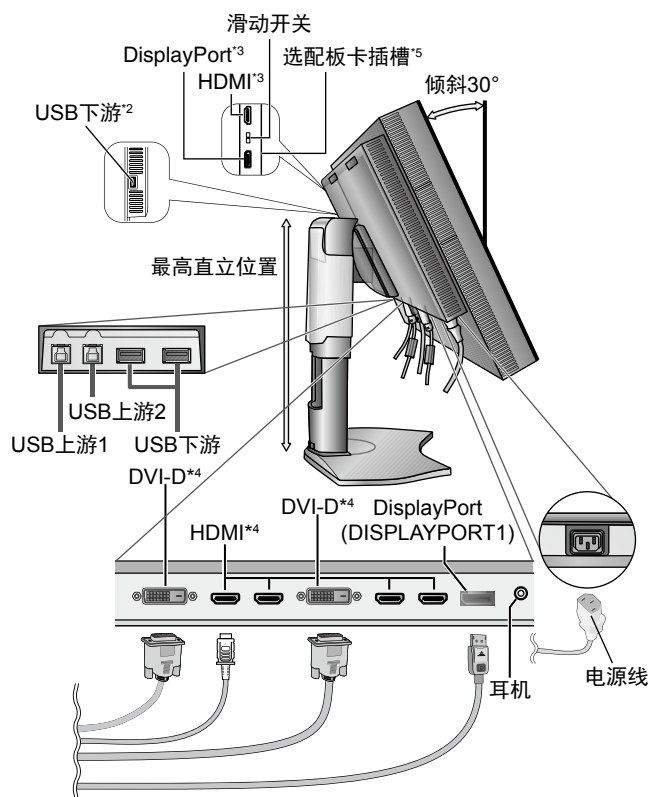
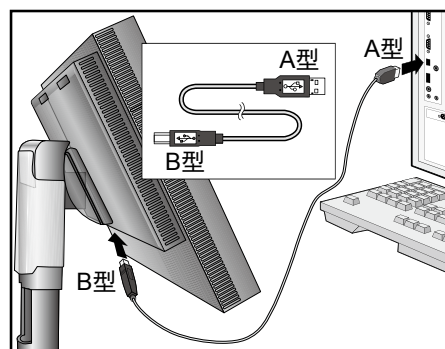

图 C.1
图 C.1a
4. 将所有电缆连接至相应的接口 (图 C.1)。使用 USB 电缆时, 将 B 型接口连接至显示器右后侧的 USB 上游端口并将 A 型接口连接至计算机上的下游端口 (图 C.1a)。如果使用 USB 设备的线缆, 则将其插入显示器的任一下游端口。